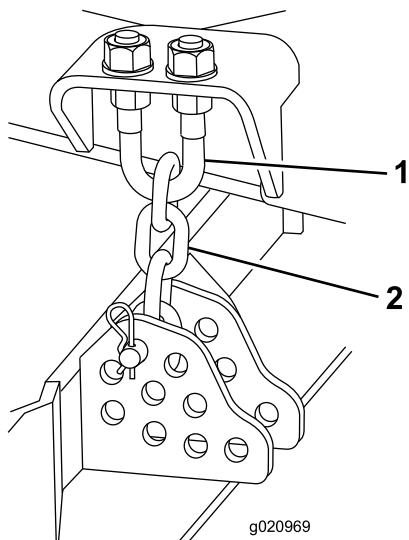

Figura 77
3. Togliete la coppia e il perno con testa che fissano le catene dell'altezza di taglio sul retro dell'apparato di taglio (Figura 77).